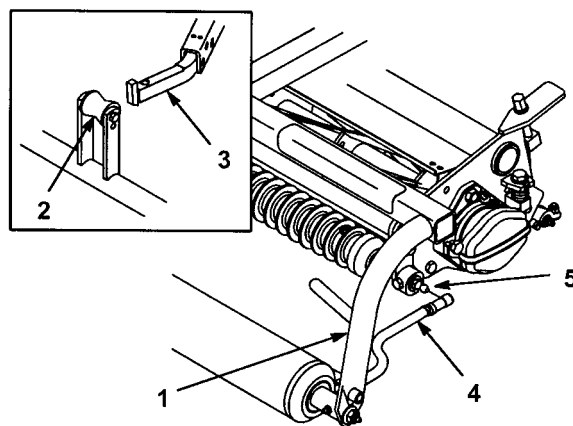

図 12
2. カッティングユニットの前ローラの両端にそれぞれワッシャとボールスタッドを取り付ける (図 12)。
3. カッティングユニットをプルフレームの下に引き入れ、吊り輪 (フープ) を昇降アームに引っかける (図 12)。
4. ボールジョイントのスリーブを後ろにずらし、プルアームを下げたソケットをボールスタッドに嵌め合わせ、スリーブから手を離すとスタッドとジョイントが結合する (図 12)。